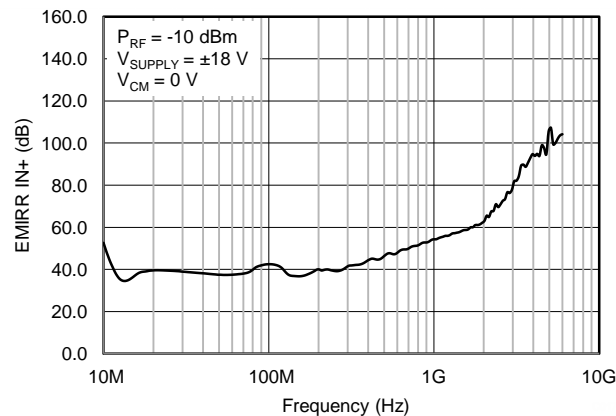

图 57. EMIRR 测试
OPAx192 使用集成电磁干扰 (EMI) 过滤来降低干扰源（如无线通信设备以及混合使用模拟信号链和数字组件的高密度电路板）产生的 EMI 效应。OPAx192 采用上述这些设计和改进，受益不少。德州仪器 (TI) 已经开发出在 10MHz 至 6GHz 宽频谱范围内准确测量和量化运算放大器抗扰度的功能。图 57 显示对 OPA192 执行此测试的结果。表 2 显示在实际应用中经常遇到的特定频率下 OPA192 的 EMIRR IN+ 值。在表 2 中列出的应用可在下图给出的特定频率或其近似频率下运行。详细信息另见于应用报告运算放大器中的 EMI 抑制比，SBOA128；下载地址为 [www.ti.com](http://www.ti.com)。